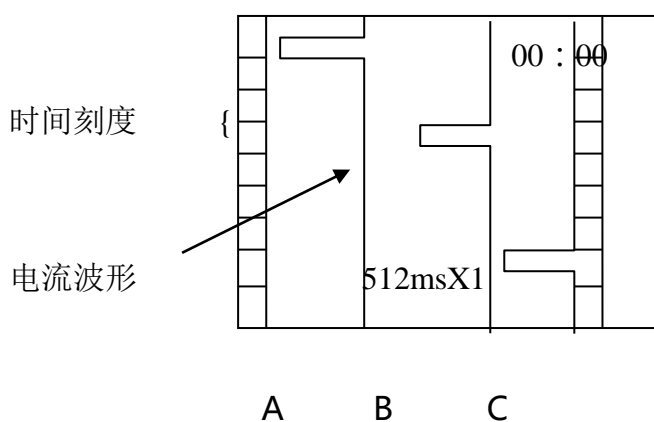

图 4
1. 检查无误后，打开仪器电源开关，则屏幕上显示出上一次存贮在仪器中的三条波形曲线，并在右上方显示出当前时间。如图 4：